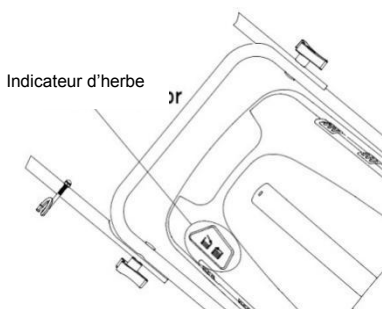

Fig. 14A
- Si le bac est plein, l'indicateur s'abaisse ; quand cela se produit, arrêtez immédiatement de tondre et videz le bac, assurez-vous qu'il est propre et assurez-vous que son maillage est ventilé. (Figure. 14A)